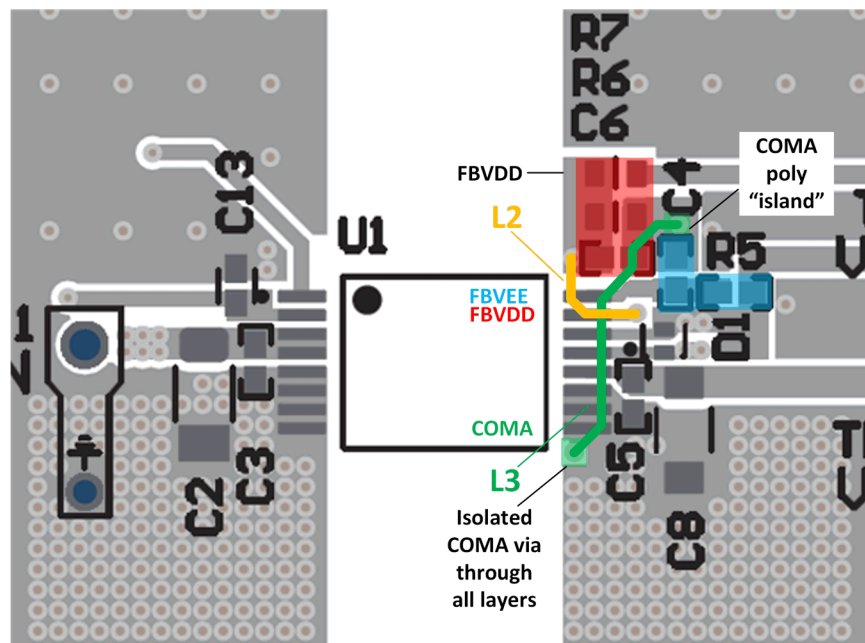

図 8-7. FBVDD (R6-7、C6)、FBVDD (R5、C4)、COMA 配線
- f. 図 8-7 にレイアウト例を示します。ここで、L2 (黄) はレイヤ 2 に配線され、L3 (緑) はレイヤ 3 に配線されています。